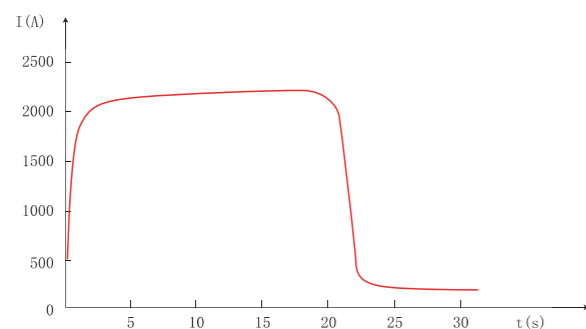

图3
■ 图3所示为内蒙古自治区包头某化工公司采用ZDBK自动电液变阻起动补偿控制装置起动曲线。（电动机主要参数： $P_e=380\text{kW}$ ， $U_e=380\text{V}$ ， $I_e=768\text{A}$ ）。